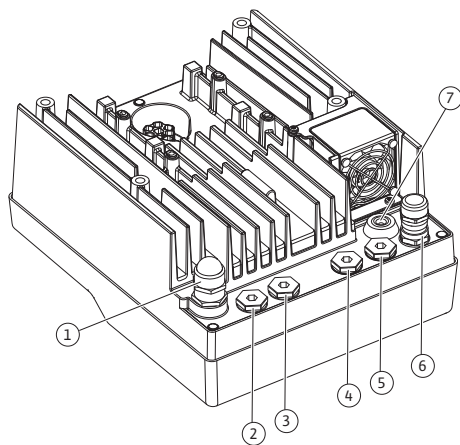

Fig. 19: 电缆螺纹接头/电缆套管
4. 将接线电缆穿过电缆螺纹接头M25 (Fig. 19, 位置1)。用规定的扭矩拧紧电缆螺纹接头。